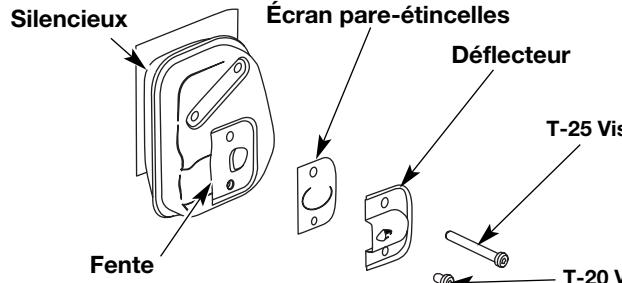

Fig. 32
- Retirez la vis retenant le couvercle du pare-étincelles au silencieux à l'aide d'un tournevis à lame plate ou à mèche no. T-20 Torx (Fig. 32).